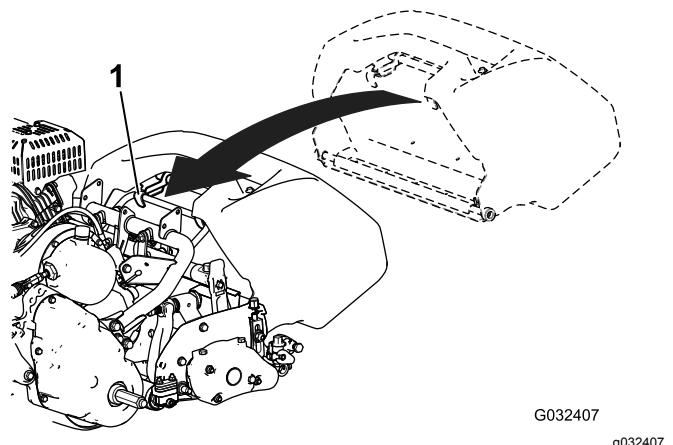

Figura 12
3. Instale los ganchos del recogedor sobre el tubo del bastidor (Figura 12).
2. Guíe el reborde del recogedor entre las chapas laterales de la unidad de corte y por encima del rodillo delantero (Figura 12).